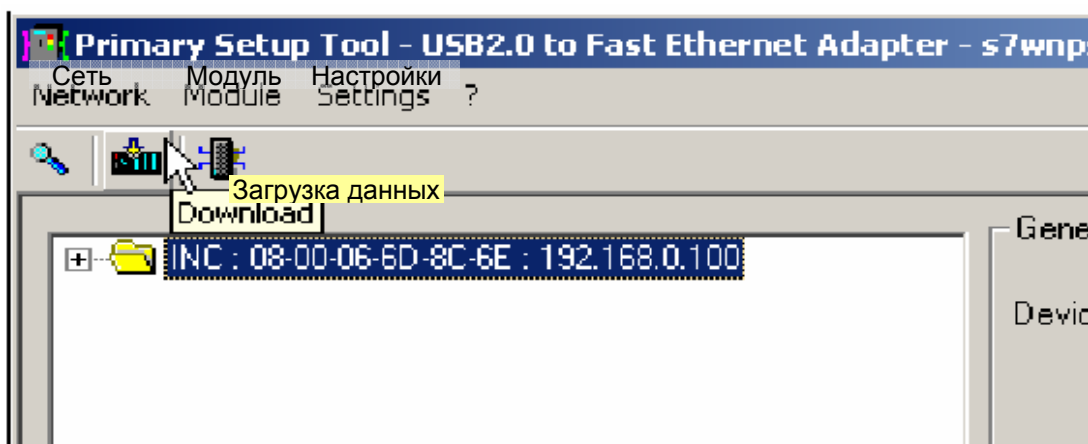

Рис. 6.3 Диалог для загрузки данных конфигурации
- Щелкните на второй кнопке слева на панели инструментов (на ней изображены S7-модули с желтой стрелкой) (см. рис. 6.3).